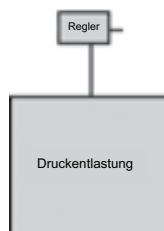

Abbildung 3
- B. Siehe Abbildung 3. Bei einer Druckquelle mit einem höheren Druck kann ein Druckregler den Druck zum Mantel regeln. Wenn Sie diese Methode auswählen, lesen Sie in der Anweisung W-887-15LH-B00-1 nach.